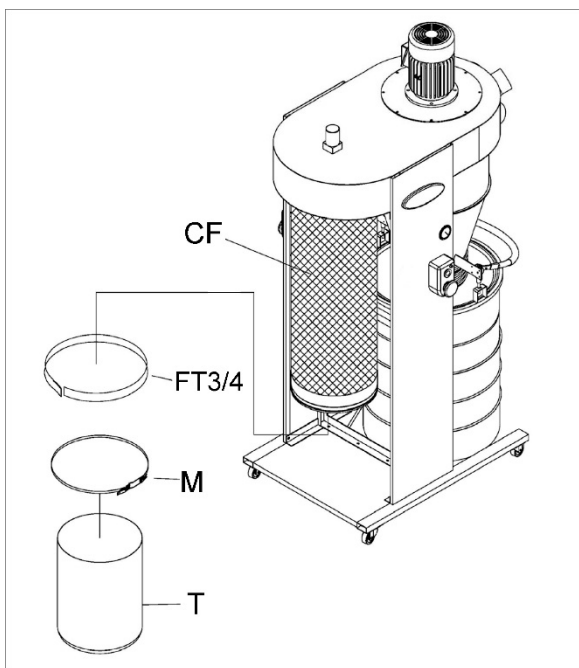

Рисунок 12
21. Приклейте полоску поролоновой ленты шириной 20 мм (FT3/4, Рис. 12) на нижний край фильтрующего картриджа, чуть выше кромки.